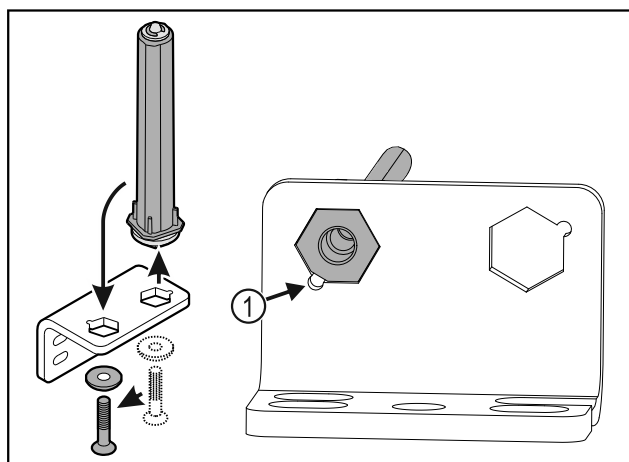

Fig. 40
- Darauf achten, dass beim Einsetzen die Bolzenabschrägung Fig. 40 (1) zum runden Loch zeigt.